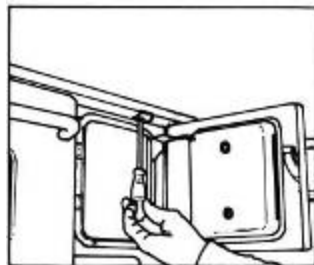

Bild 29
- Danach die andere Seite der Herdstange an den Herdrahmen befestigen (Bild 29).
- An der feuerseitigen Seitenwand, oben die beiden Schrauben herausdrehen. Die Seitenwand etwas herauskippen und nach oben abziehen (Bild 29 + 30 B).
- Den Fühler der thermischen Ablaufsicherung in die jetzt zugängliche Tauchhülse bis zum Anschlag einführen (Bild 29 + 30 C).
- Schutzschlauch der Fühlerleitung an der Tauchhülse festklemmen und nach hinten/Seite herausführen (Bild 29 + 30 D).